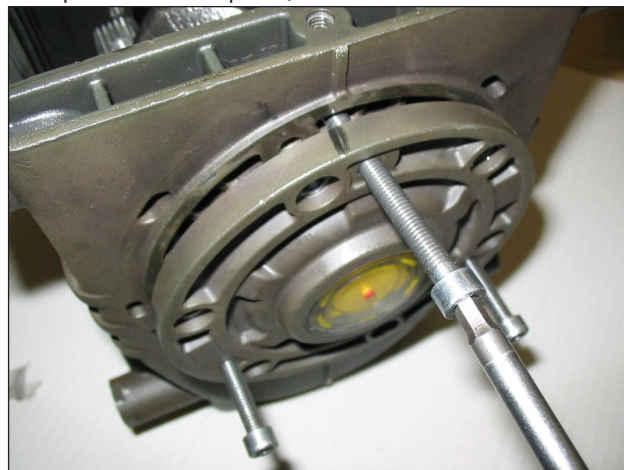

Рис. 3
- боковые крышки, для извлечения которых используйте 3 винта М6х50 с полной резьбой, вставив их в резьбовые отверстия, как показано на Рис. 3.